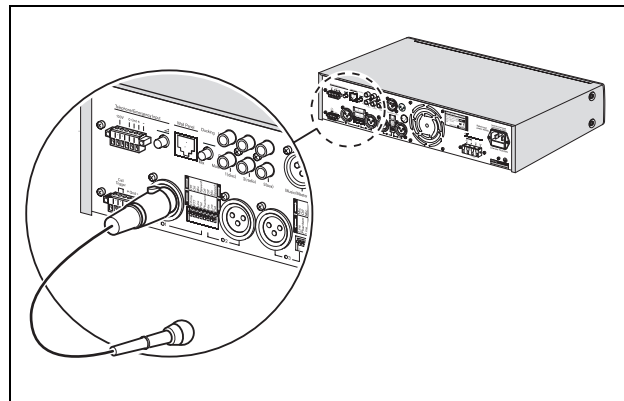

figure 4.1: Connecteur XLR uniquement
- connecteur XLR uniquement. Voir figure 4.1.